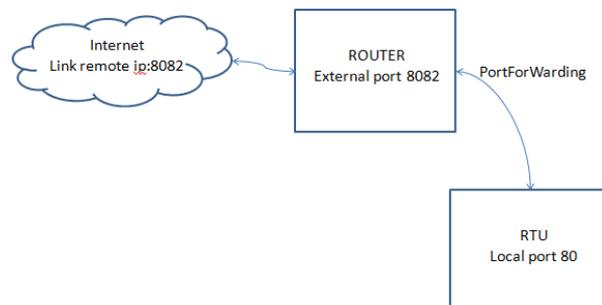

Figura 26 - Infrastruttura rete
- **HTTP Portforward**: definisce la porta http esterna, se diversamente configurata dall'80, per la corretta spedizione delle mail. Vedi Figura 26